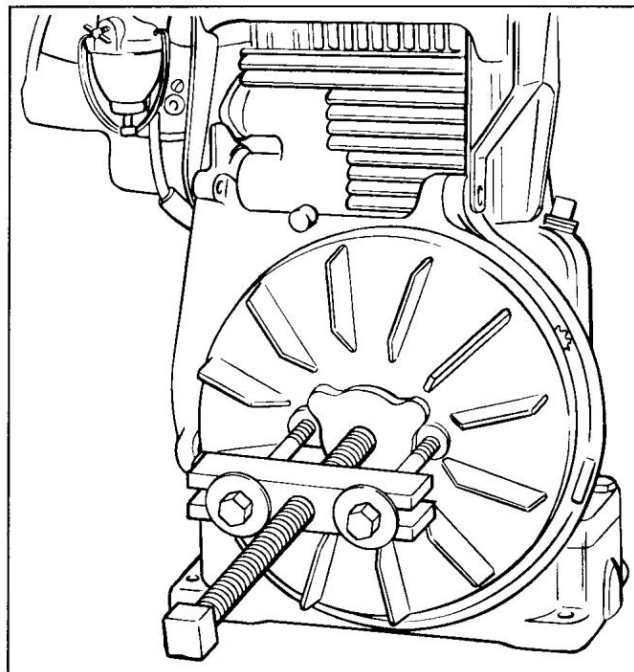

Figure 10-3. Retrait du volant avec un extracteur.
1. Le volant est monté sur la partie conique de vilebrequin. L'utilisation d'un extracteur est recommandée pour retirer le volant. Il faut éviter de cogner l'extrémité du vilebrequin avec un marteau pour desserrer le volant car cela pourrait endommager le vilebrequin. Reportez-vous à la figure 10-3.